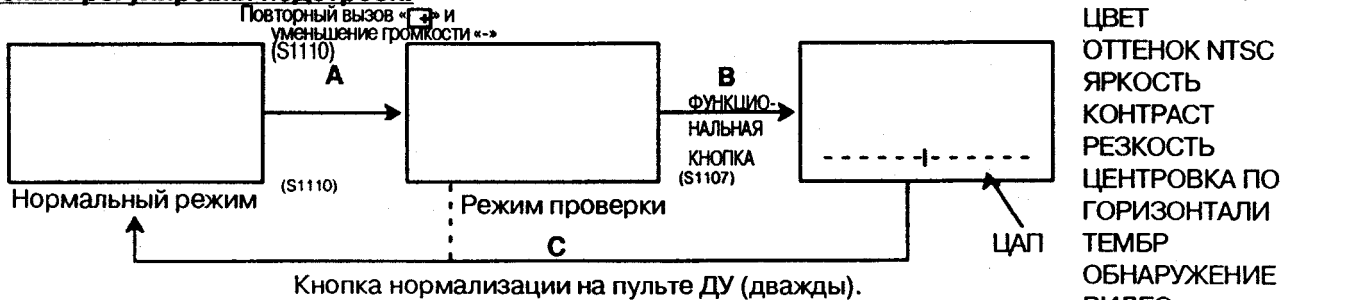

Рис. 2
- A: Одновременно нажмите на кнопку повторного вызова [ ] на пульте ДУ и на кнопку уменьшения громкости [-] на телевизоре. Телевизор перейдет из нормального режима в режим проверки. Экран станет белым, как это показано на рис. 2.
- B: Нажмите функциональную кнопку (S1107) для выбора нужной регулировки, как это показано на рис. 2. Нажмите кнопку увеличения или уменьшения громкости для изменения уровня ЦАП.